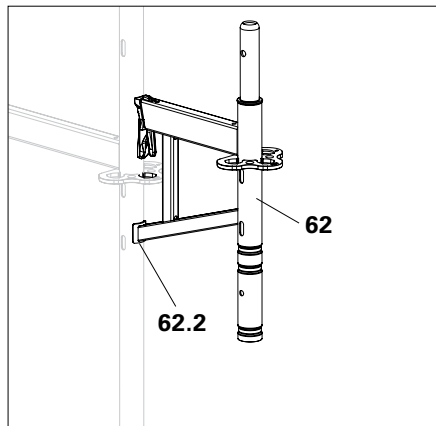

Abb. A6.03
1. Konsole ECM 33 (62) in  $\frac{3}{4}$ -Rosette einhängen. Die Halbschale (62.2) muss am Vertikalrohr anliegen. (Abb. A6.03)